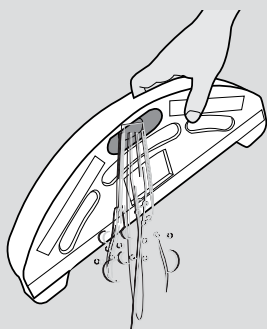

Abb. 16
4. Entfernen Sie nach dem Wischen den Wasserbehälter und das Wischtuch. Öffnen Sie die Gummikappe und entleeren Sie das restliche Wasser aus dem Wasserbehälter. [Abb. 16]